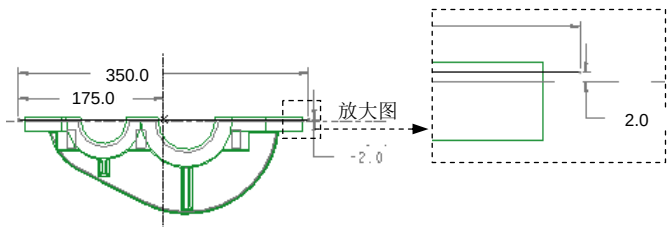

图 10.2.10 截面草图
(1) 在“铣削曲面”操控板中单击“拉伸”按钮 ，系统弹出“拉伸”操控板。单击  按钮，然后在弹出的界面中单击  按钮，系统弹出“草绘”对话框。选取 NC_ASM_TOP 基准平面为草绘平面，NC_ASM_RIGHT 为参考平面，方向为 右，单击  按钮，系统进入草绘环境。
(2) 绘制截面草图。进入截面草绘环境后，绘制的截面草图如图 10.2.10 所示。完成特征截面的绘制后，单击工具栏中的“确定”按钮 。
(3) 在“拉伸”操控板中选取拉伸类型为 ，输入数值 150，单击  按钮，则完成拉